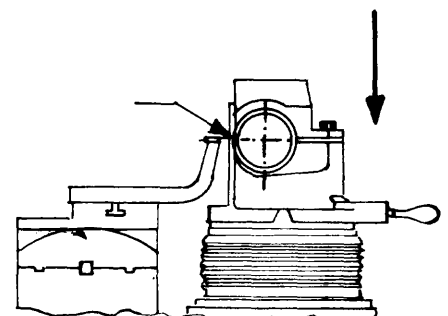

Fig. 2
- b Desplace el cabezal porta-muela verticalmente, hasta que el centro del eje coincida con la lámina del indicador (fig. 2).